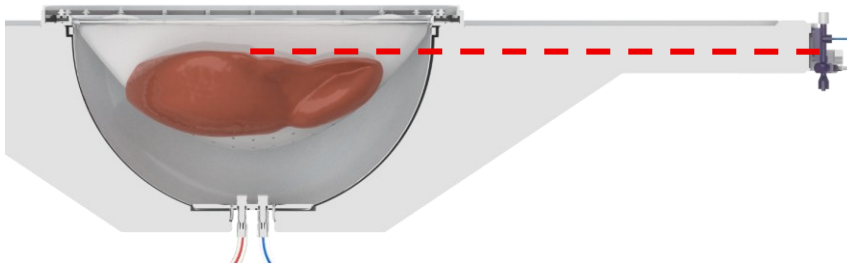

Abbildung 28: Höhe der Leber im Verhältnis zum Drucksensor
- Beachten Sie, dass die Leber durch das Netz und die Flüssigkeit im Behälter getragen wird. Um eine genaue Druckmessung zu gewährleisten ist die Höhe der Leber dem Drucksensor entsprechend auszurichten, wie in Abbildung 28 dargestellt. Die Spitze der Kanüle sollte sich auf der gleichen Höhe wie die Mitte des Drucksensors befinden.